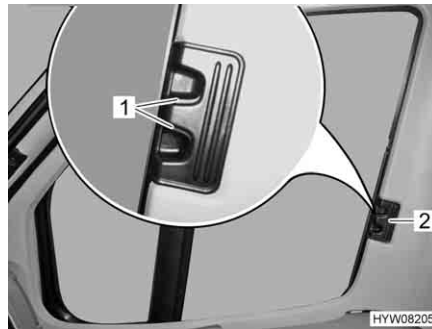

Fig. 83 Estor plegable para la ventana del conductor/acompañante
- Presionar los tiradores de desbloqueo (Fig. 83,1) y mantenerlos presionados.
- Cerrar los estores plegables para la ventana del conductor y la ventana del acompañante tirando en el tirador (Fig. 83,2) hacia el otro lado de la ventana y uniéndolos en las tiras magnéticas.
- Introducir los estores plegables para la ventana del conductor y la ventana del acompañante hasta el tope desplazando el tirador (Fig. 83,2).
- Soltar los tiradores de desbloqueo (Fig. 83,1) y dejar que engatillen.